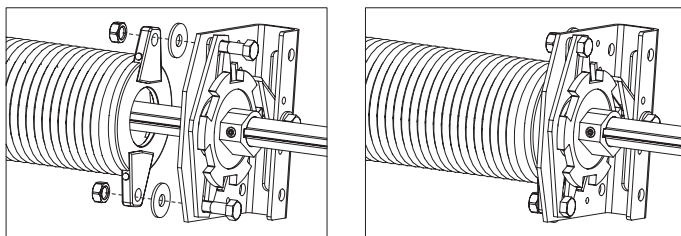

Рис. 25 Крепление пружины к храповой муфте
- 10)** установить на вал храповую муфту и закрепить ее к наконечнику пружины при помощи двух болтов из комплекта муфты (рис.25);